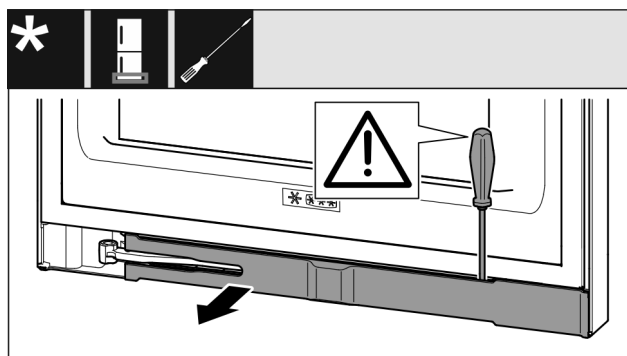

Fig. 13
- ▶ S ploščatim izvijačem staknite zaslonko in jo obrnite na stran Fig. 13 ().